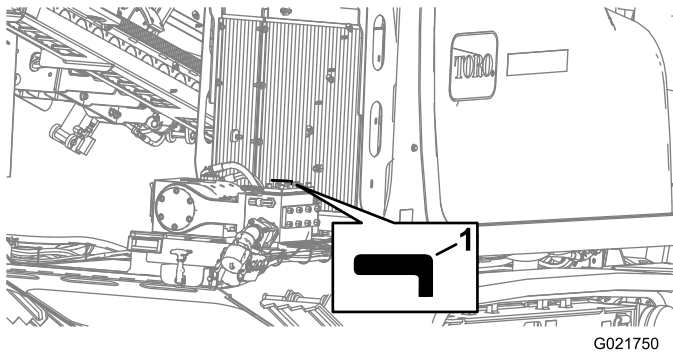

Bild 156
4. Drehen Sie das Bohrflüssigkeitsventil im Uhrzeigersinn in die Aus-Stellung (Bild 156).